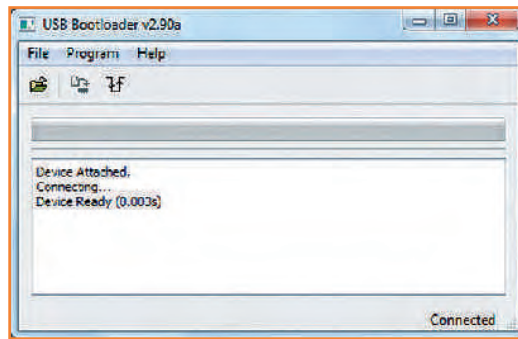

Bild 6.
- Auf dem PC starten Sie das HID-Bootloader-Tool (ebenfalls im Download, die Linux- oder Mac-Version kann der Microchip-Website entnommen werden) (**Bild 6**). Es sollte das Board sofort entdecken;